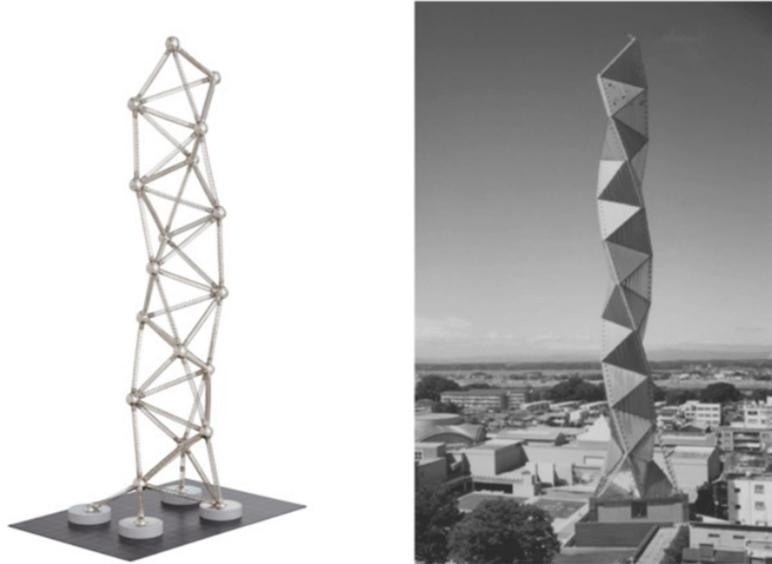

Figura 2. Exemplo de uma construção e sua representação utilizando o Mola.
**c. 4ª Fase (final):** Fase eliminatória, constituída de 1 (um) grupo com duas equipes. Esta fase consiste em **um desafio** por grupo, o qual deverá apresentar aos presentes (*data show* no formato .pdf ou .pptx) um sistema estrutural representativo de qualquer obra construída ou em construção e, em seguida, montar este sistema estrutural utilizando até **dois kit's mola** e **um número mínimo de 30 peças** (ver exemplo na Figura 2).